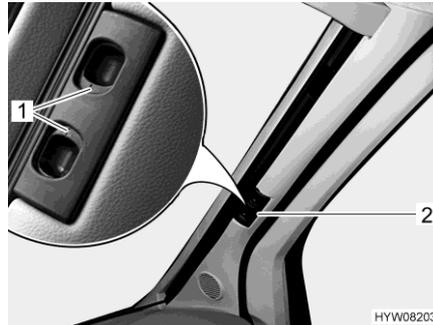

Fig. 109 Tendina oscurante pieghevole (parabrezza)
- Premere le maniglie di sbloccaggio (Fig. 109,1) e mantenerle premute.
- Tirare la tendina oscurante pieghevole del parabrezza per la maniglia (Fig. 109,2) verso il centro della finestra.
- Spingere verso l'esterno le due metà della tendina oscurante pieghevole del parabrezza per la maniglia (Fig. 109,2) fino all'arresto. Durante questa operazione sollevare la maniglia all'altezza della rientranza di bloccaggio.
- Rilasciare le maniglie di sbloccaggio (Fig. 109,1) e mantenerle innestate.